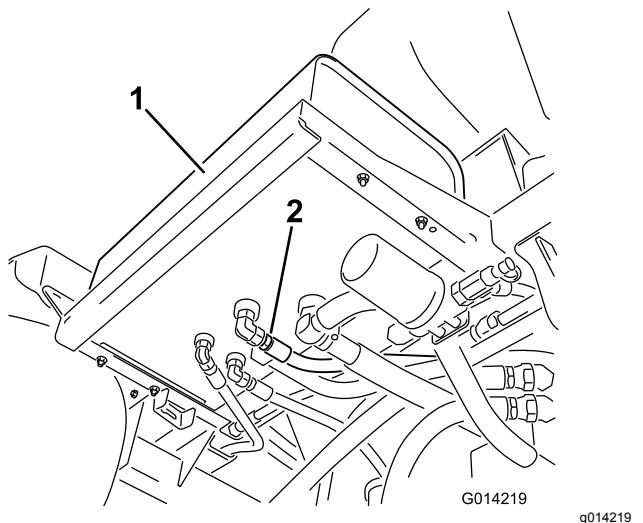

Figure 98
- Nettoyez la surface autour d'un raccord de flexible hydraulique au bas du réservoir d'huile hydraulique (Figure 98).
- Débranchez le raccord de flexible du réservoir et vidangez l'huile dans le bac de vidange (Figure 98).